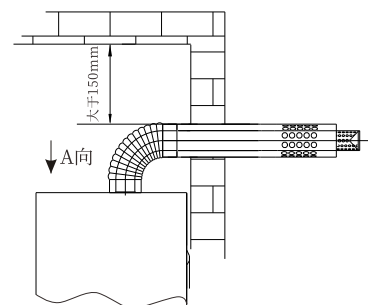

图3.6a
- (1) 同轴烟道的安装要严格按照CJJ12-99及其它相关标准操作，烟道出口位置与周围建筑物开口的距离选择也要符合其标准要求，如图3.6a所示。
- (2) 为防止同轴烟道上的排气孔和进气孔被堵塞，应将同轴烟道伸出墙外。
- (3) 同轴烟道安装接触或穿过房屋墙壁的管道时，相对环境的表面温升应小于等于60K，当该温升超过60K时，应在同轴烟道通过易燃材料组成的墙体时；必须覆盖厚度在20mm以上的不燃耐高温材料围护，确保墙体表面温升小于等于60K。
- (4) 同轴烟道与其穿过的墙壁上的圆孔之间的间隙，不得用水泥类东西填充，请使用随机附件的烟道法兰密封，否则不利于维修操作。
- (5) 同轴烟道的外表面应与上面的建筑物相距45mm以上。
- (6) 若使用加长管，所有的接口处必须密封，不得使废气漏入室内。
- (7) 烟道口位置必须位于不会造成公害的地方。
- (8) 壁挂炉必须与同轴烟道连接且须导出室外（如3.6b），没有烟管，停止壁挂炉运行。